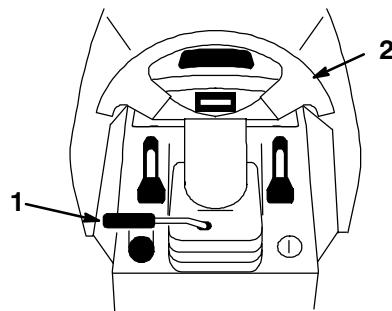

Figure 14
1. Soulevez le levier d'inclinaison pour débloquer le volant (Fig. 14).